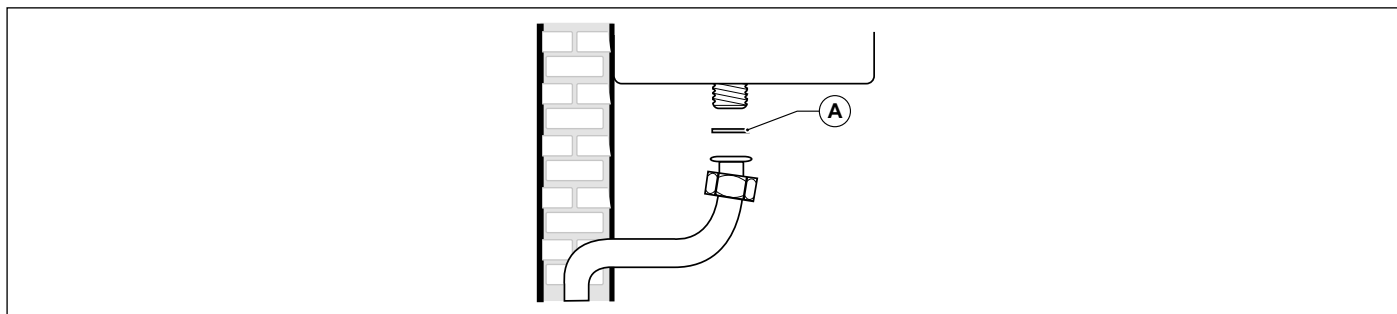

Fig. 15 Conexión a la red de gas
ES OBLIGATORIO, para conectar la toma de gas de la caldera a la tubería de alimentación colocar una junta (A) de medidas y materiales adecuados (ver Fig. 15 Conexión a la red de gas).